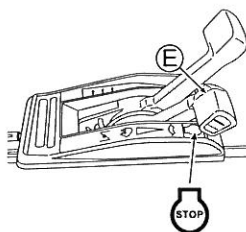

Fig. 5. 5
6 Pour interrompre la tonte à mi-chemin ou pour finir la tonte, remettez le Levier d'embrayage (B) et le Levier de la lame (C) en position initiale, puis placez la Manette des gaz (E) en position "STOP" pour arrêter le moteur. (Voir Fig. 5.)